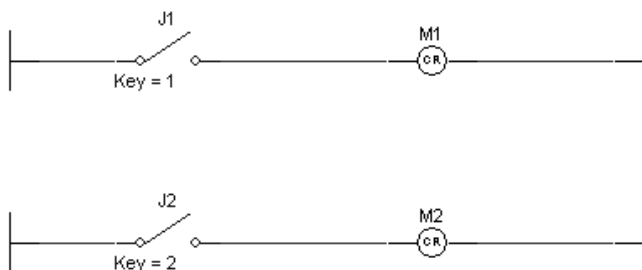

图 12-7 梯形图设计放置线圈与开关
5) 放置控制 X1、X2、X3、X4 触点的线圈与控制线圈的开关。在元器件库中寻找线圈与开关,同上面 2、4 步骤中寻找 X1、X2、X3、X4 触点和指示灯一样。放置完后如图 12-7 所示。